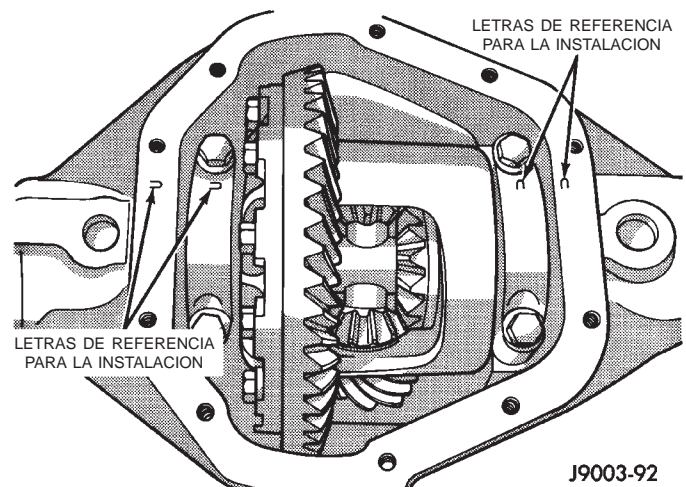

Fig. 37 Letras de referencia de la tapa de cojinete de diferencial
(6) Instale las tapas de cojinete en su emplazamientos originales (Fig. 37).